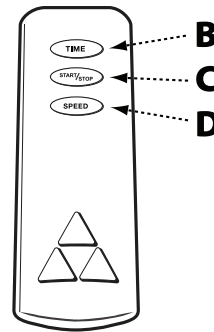

FIG. 8A
Le système de filtration de l'air est équipé d'une **TÉLÉCOMMANDE (A)** Fig.8A.
Pour activer le ventilateur, enfoncez le bouton « ON/OFF » (MARCHE/ARRÊT) (C) Fig. 8A. L'appareil démarrera à la vitesse ÉLEVÉE par défaut sur le panneau des capteurs. Enfoncez une fois le bouton « SPEED » (VITESSE), l'appareil fonctionnera à une vitesse MOYENNE. Enfoncez le bouton « SPEED » à nouveau, l'appareil fonctionnera à FAIBLE vitesse. Enfoncez le bouton « SPEED » une troisième fois, l'appareil reviendra au mode de vitesse ÉLEVÉE.
Pour éteindre l'appareil, appuyez sur le bouton MARCHE/ARRÊT (ON/OFF) (C) Fig. 8A.
Lorsque l'appareil est en MARCHE au réglage de vitesse désiré, l'enfoncement du bouton « TIME » (HEURE) (B) Fig. 8A de la télécommande réglera